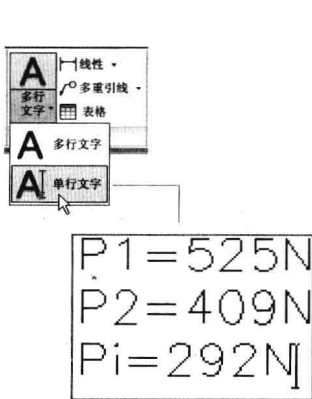
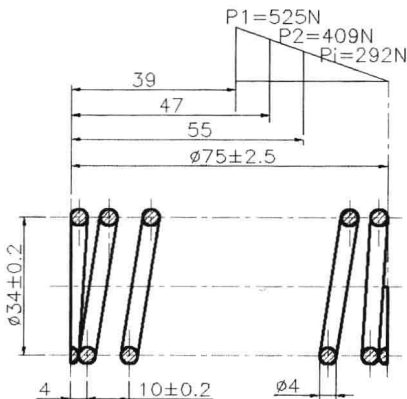

图 5-2-6
图 5-2-7
(4) 命令行提示“指定高度 <2.5000>”，输入“3.2”，按 Enter 键。
(5) 命令行提示“指定文字的旋转角度<0>”，按 Enter 键，确定默认的角度值为 0。
(6) 输入文字“P1=525N”，按 Enter 键，光标移到下一行首，继续输入文字“P2=409N”，按 Enter 键，输入“Pi=292N”，按 Enter 键，如图 5-2-6 所示。输入数字时应当转换为英文输入状态。
(7) 最后再次按 Enter 键，结束单行文字命令。此时，每行文字都是一个独立的文字对象，即每次按 Enter 键都创建了新的文字对象。
(8) 在“修改”面板中单击“移动”按钮，将单行文字移至需要标注的平面图中，如图 5-2-7 所示，其中右侧技术要求是多行文字，是一个整体对象，将在下一节进行介绍。